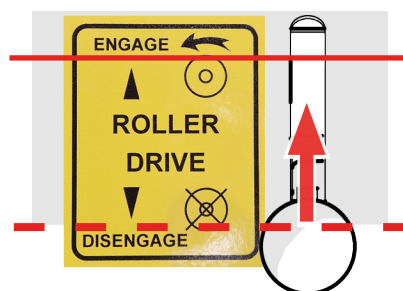

Fig.9A - Engager le levier de l'entraînement.
4. Poussez le levier de l'entraînement vers l'*avant* pour *engager* l'entraînement (Fig.9A). Effectuez ce geste lentement afin de permettre à l'embrayage de se mettre en